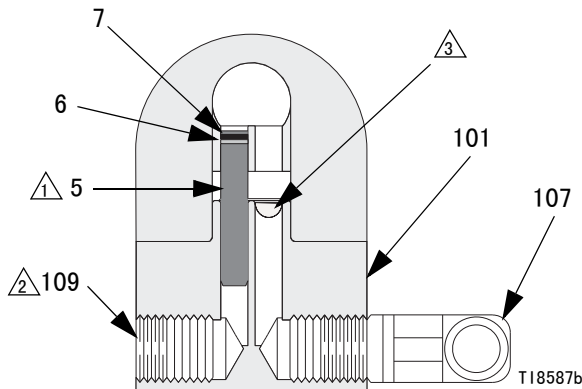

图 1：所示为非循环设置（剖视图）
1. 请参见图 1。用防卡润滑剂 222955 涂抹以散件提供的歧管（101）、插塞（109）和弯头（107）的螺纹和接合面。